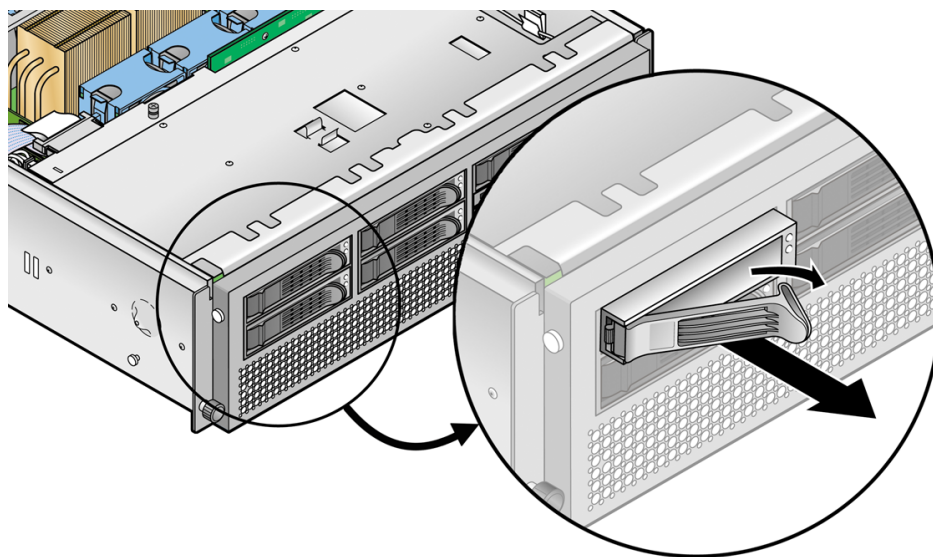

図 4-11 SCSI ハードディスクドライブのキャリアおよび取り外しレバー
2. 取り外しレバーをしっかりと持ち、慎重に左方向に回転させて完全に開きます (図 4-11 を参照)。